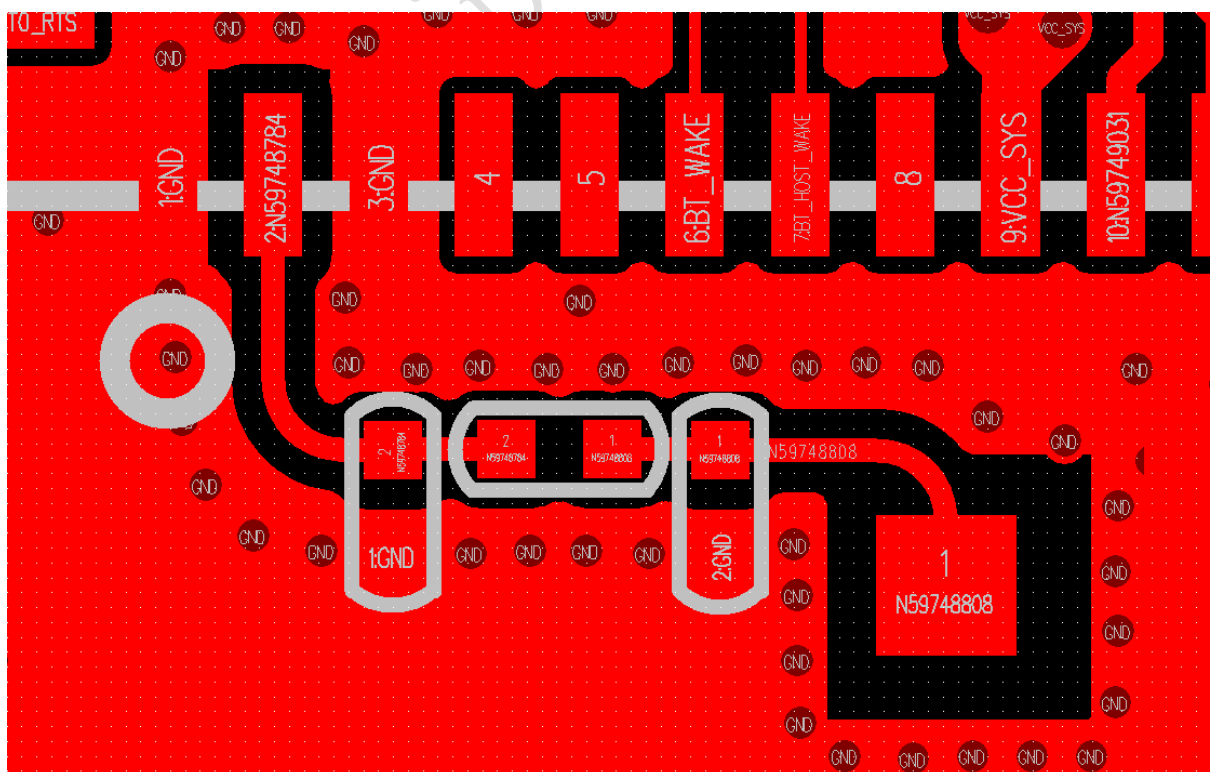

图23-14
- 天线走线有遇到需转向时，不可以用转角的方式，需用弧形走线，如图23-14所示，，图23-13为错误的走线方式。